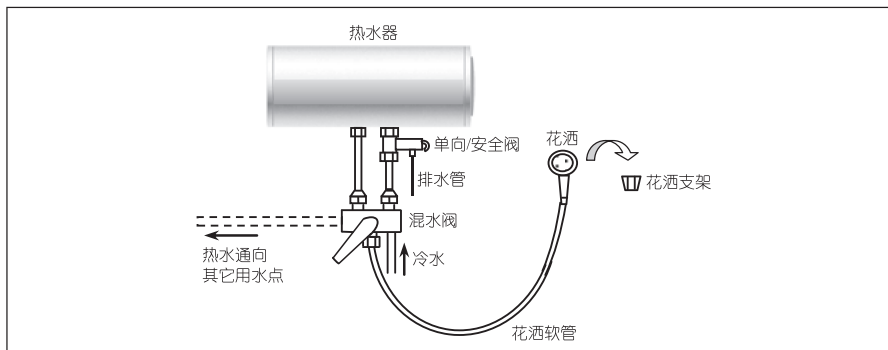

图 6 混水阀连接示意图
- ◆ 如果热水器主要为满足淋浴用水，可采用在热水器的冷热水口直接安装混水阀的连接方式，如图 6 所示。注意每个连接点的橡胶密封圈应正确安装，以防漏水。